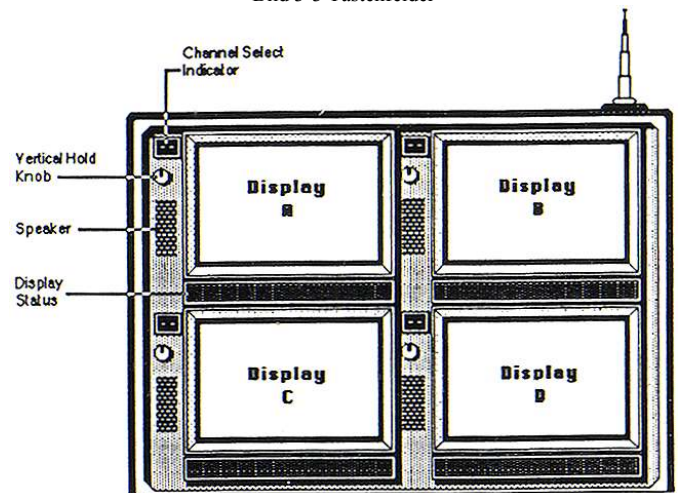

Bild 3-4 Phnordman Video-Matrix
- Bild 3-4 Phnordman Video-Matrix
Die Anzeigenkontrollen werden in Bild 3-4 gezeigt. Bedienungs-handhabung und Erklärung dieser Anzeigen in Kapitel 4.